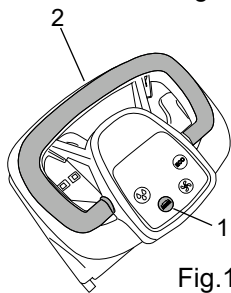

Fig.11
- Trykk på bryteren til børsteenheden (Fig.11-Ref.1).
- Bruk betjeningsspaken for børster (fig. 11 - ref. 1) for kort tid av gangen, På denne måten vil børsten automatisk bli festet på flensnavet. Dersom denne manøveren ikke skulle lykkes, trykker man en gang til på spaken og gjentar sentreringen og trykkene på betjeningsspaken til børsten.
- Trykk på børstetasten (fig. 11 - ref. 1) i tre sekunder, og maskinen vil automatisk løsne børsten.